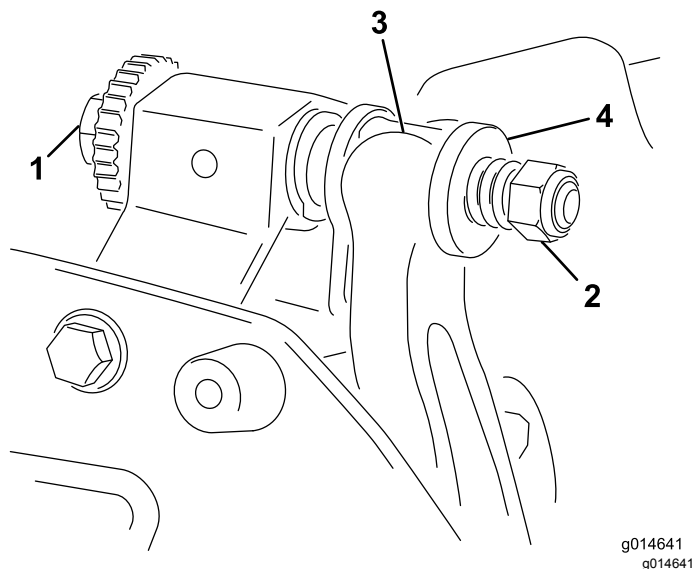

Figure 22
1. Tournez la vis de réglage de la barre d'appui dans le sens antihoraire pour éloigner la contre-lame du cylindre (Figure 22).
2. Faites sortir l'écrou de tension du ressort jusqu'à ce que la rondelle ne soit plus tendue contre la barre d'appui (Figure 22).